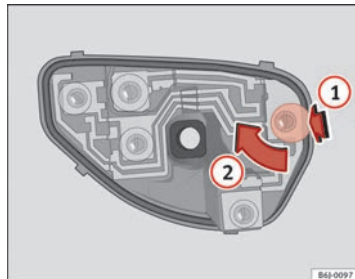

Fig. 163 Substituição das lâmpadas luzes traseiras
- Uma vez retirado o porta-lâmpadas, prima no sentido da seta **(1)** e rode em simultâneo no sentido da seta **(2)** ⇒ Fig. 163. ■